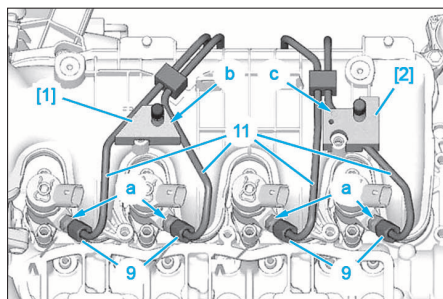

FIG. 66
- Reposer les injecteurs. Préserrer les écrous (12) à :
- Poser les outils [1] et [2] (Fig.66).